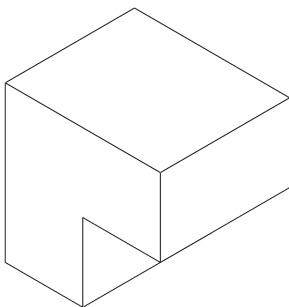

图 4-23 打开素材模型
(1) 单击常用工具栏中的【打开】按钮, 打开一幅素材模型, 如图 4-23 所示。